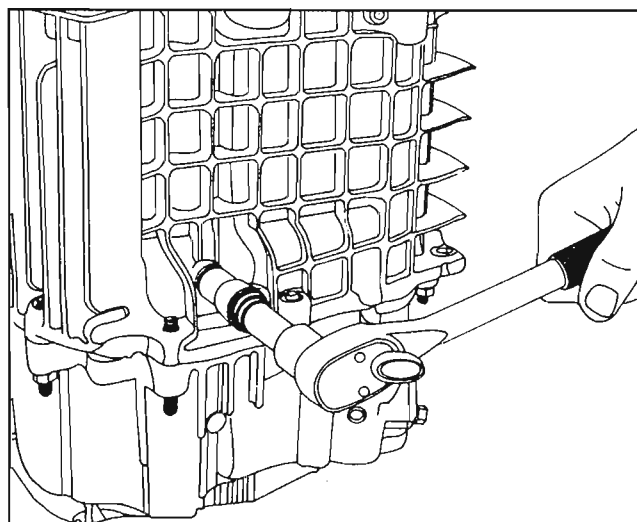

Fig. 12
Afloje y saque el tornillo del eje del piñón loco de la marcha atrás (54) de la parte delantera de la carcasa. *Fig. 12*